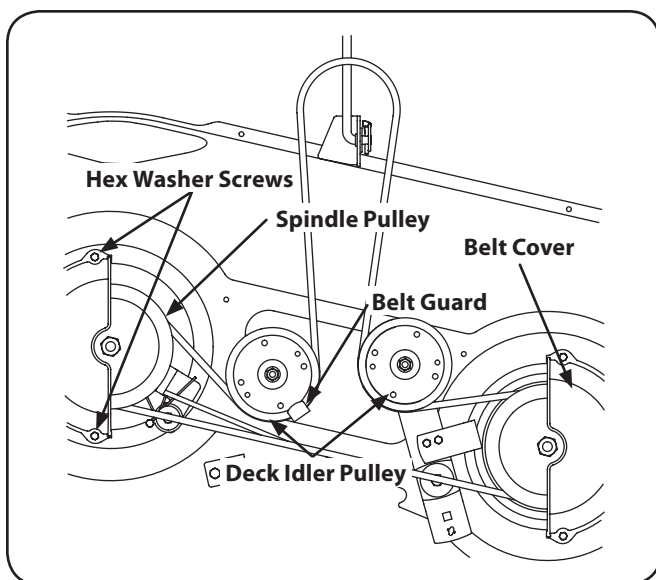

Figura 7-7
2. Retire la cinta cubre quitando los tornillos hexagonales que sujetan lavadora a la cubierta. Véase la figura. 7-7.
4. Retire con cuidado la cinta de cubierta de alrededor de las dos poleas del husillo y las dos poleas polea tensora de la cubierta. Véase la figura. 7-7.
5. Para colocar la correa nueva, empieza haciendo que el cinturón alrededor de las dos poleas exterior del huso, como se muestra en la figura. 7-7.
6. Luego, la cinta de ruta alrededor de las dos polines poleas de la cubierta como se muestra en la figura. 7-7.